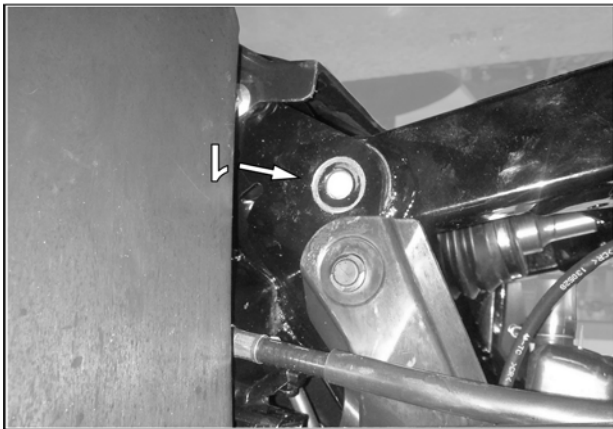

Fig. 4
4. Dévisser et retirer le boulon (1) qui relie le bras oscillant de la suspension arrière au châssis du véhicule. Voir la Fig. 4